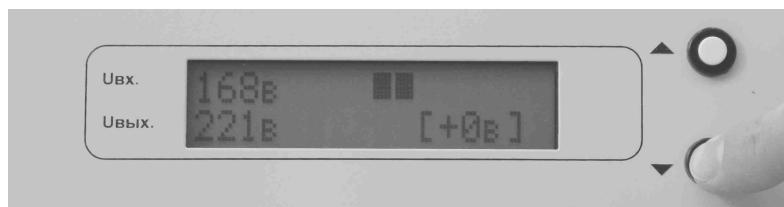

Рис. 2
1. Нажать и удерживать кнопку “ВНИЗ” (4 сек.) до появления на ЖК индикаторе, в нижней строке справа, числа в скобках [ +0в ], отображающее корректирующую величину среднего выходного напряжения (Рис.2).